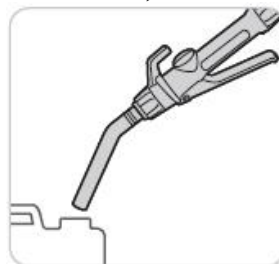

Рисунок 46
2. Поместите топливораздаточный пистолет в емкость, куда необходимо перекачивать жидкость (смотрите рисунок 46 ниже).